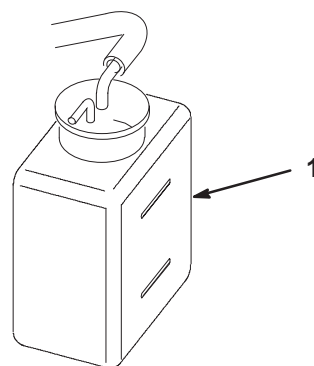

Figure 20
2. Vérifiez le niveau du liquide de refroidissement (Fig. 20). Il doit se situer entre les deux traits du vase d'expansion quand le moteur est froid.